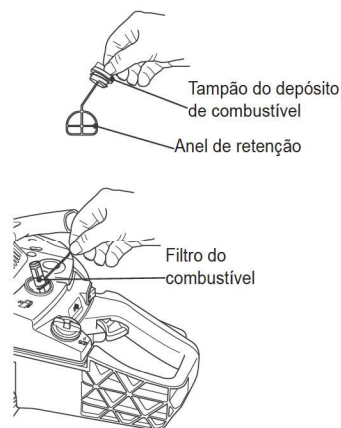

Fig. 57
- > O depósito de combustível deste produto possui um filtro localizado na extremidade solta do tubo de combustível (Fig. 57).